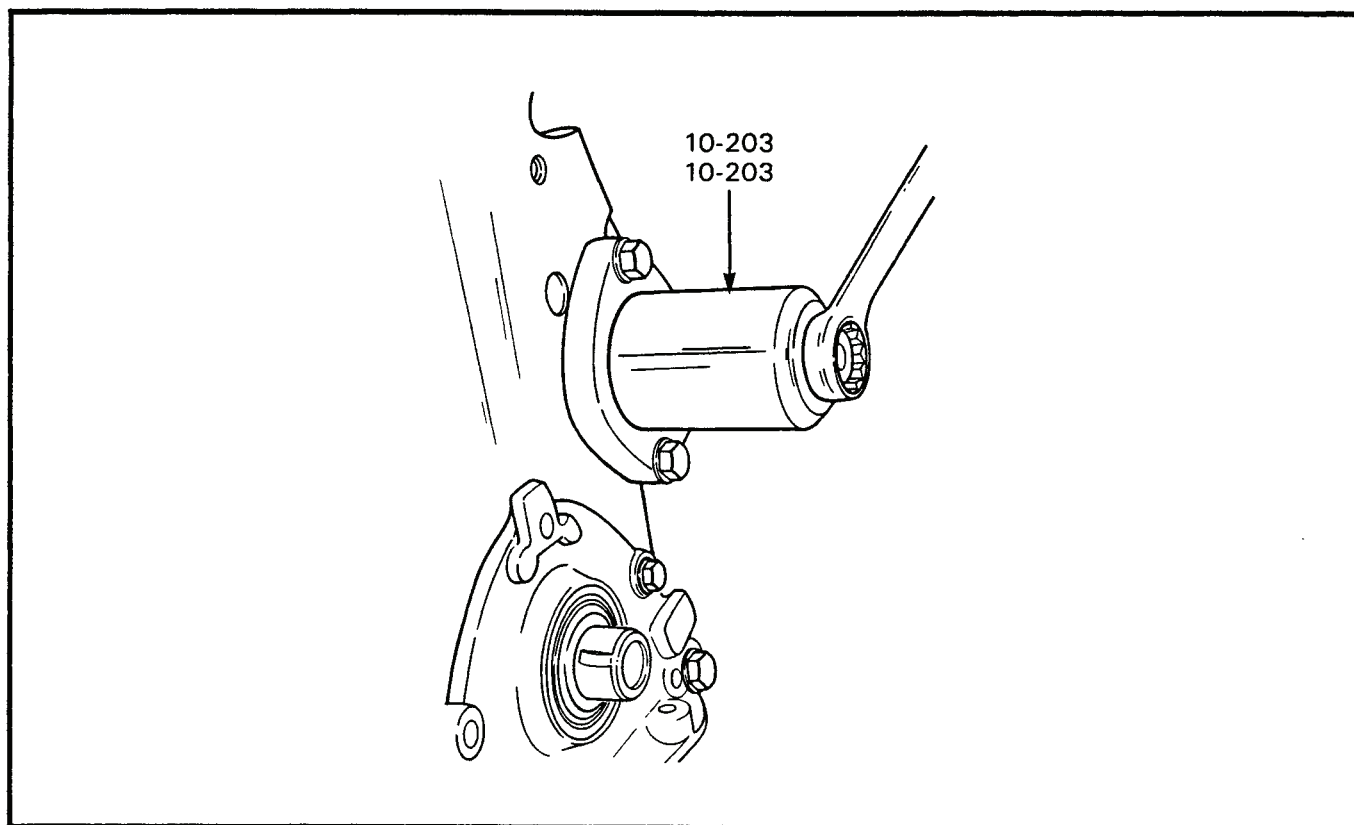

Figure 2-6-27 Installation of Intermediate Shaft Seal
- (1) Enlever les deux boulons et rondelles-frein de la bride.
- (2) Enlever le joint torique de la bride.
- (3) Installer un nouveau joint torique sur la bride.
- (4) Placer la bride sur l'extrémité de l'arbre. Installer deux boulons et rondelles-frein, et serrer à 25 N•m (18 pi lb).
b. Using tool 10-203, press the seal flush with the surface of the flange, see Figure 2-6-27. c. Install the woodruff key and intermediate shaft sprocket on the shaft, ensuring the side of the sprocket with the manufacturer's number is farthest from the engine block. d. Install the cap screw and flat washer for the sprocket and torque to 80 N•m (59 ft lb). e. Install the timing belt on the camshaft, crankshaft and intermediate shaft sprockets, ensuring the sprockets do not turn during the installation of the belt. f. Install the crankshaft pulley and check the timing marks. Reset the timing marks, if required. g. Remove the crankshaft pulley.	b. Au moyen de l'outil 10-203, enfoncer le joint à égalité de la bride, voir figure 2-6-27. c. Installer la clavette de Woodruff et le pignon de l'arbre intermédiaire sur l'arbre en s'assurant de placer le côté du pignon où se trouve le numéro du fabricant loin du bloc-cylindres. d. Installer le boulon et la rondelle plate du pignon, et serrer à 80 N•m (59 pi lb). e. Installer la courroie de distribution sur les pignons de l'arbre à cames, du vilebrequin et de l'arbre intermédiaire en évitant que les pignons ne tournent durant l'installation. f. Installer la poulie du vilebrequin et vérifier les repères de distribution. Ajuster les repères de distribution si requis. g. Enlever la poulie du vilebrequin.